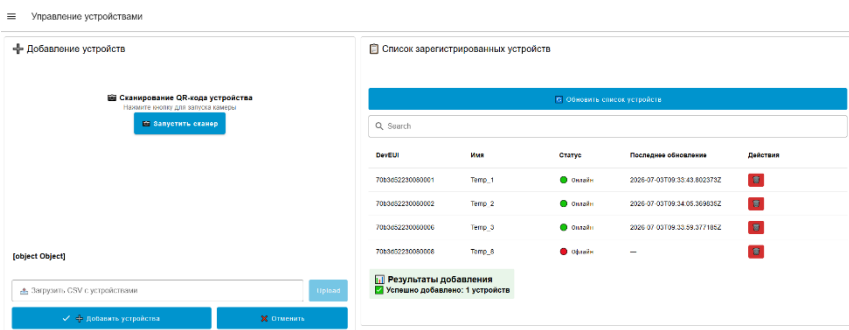

Рис. 5.17. Список доступных устройств
2. Загрузка CSV файла с устройствами. При нажатии на окно «Загрузить CSV с устройствами» необходимо указать путь к соответствующему CSV файлу и нажать кнопку «Upload» (см. рис. 5.17).